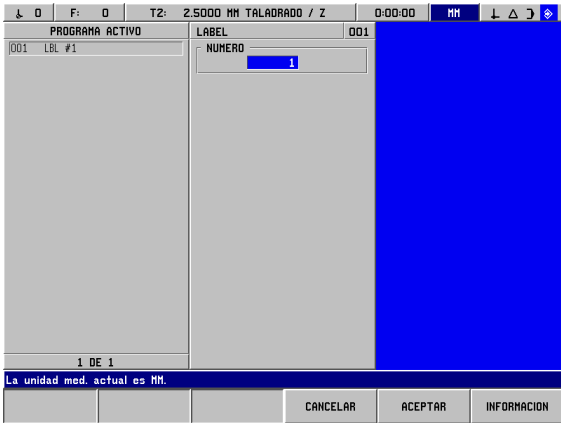

Fig. I.46 Máscara de datos ETIQUETA
**Ejemplo: Fijar la etiqueta para un subprograma. Véase Fig. I.46.**